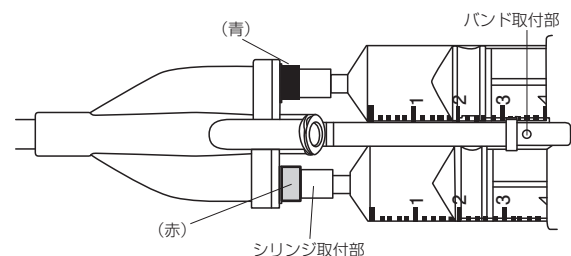

図 3
7. バンドの穴をバレルホルダーに固定する。（図3）
11. 本品のコネクタとペリプラスト調製器セット（シリンジ）を一度取り外し再び取り付ける場合もスプレーの色の表示とシリンジの色を合わせること。（図3の通り）取り付け位置を逆にするとスプレー内で製剤が硬化し、本品が使用出来ない可能性がある。